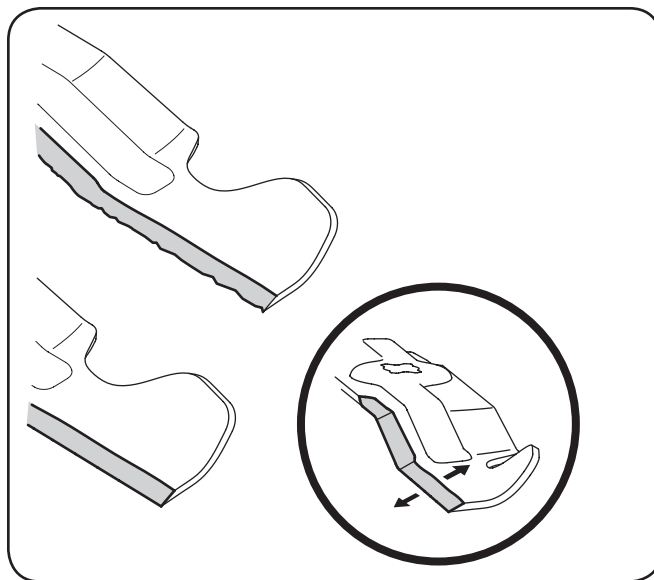

Figure 7-6
4. Para afilar las cuchillas de corte de forma adecuada, extraiga cantidades iguales de metal de ambos extremos de las cuchillas a lo largo de los bordes cortantes, paralelo al borde de caída y a un ángulo de 25° a 30°. Afíle siempre cada borde de las cuchillas de corte de forma pareja para mantener un equilibrio adecuado entre las mismas. Vea Figure 7-6.